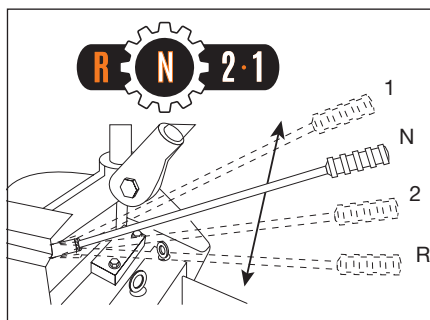

Рис. 16
- Переместите рычаг переключения передач в желаемое положение (Рис. 16).
- Установите нейтральную передачу (**N**) (Рис. 16).
- Включите первую скорость (**1**) (Рис. 16).